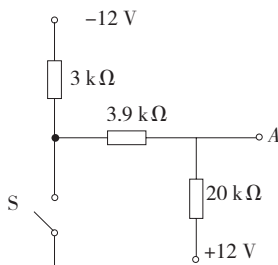

图 1-28 简答题 3 电路图
3. 在图 1-28 中，在开关 S 断开和闭合的两种情况下，试求 A 点的电位。